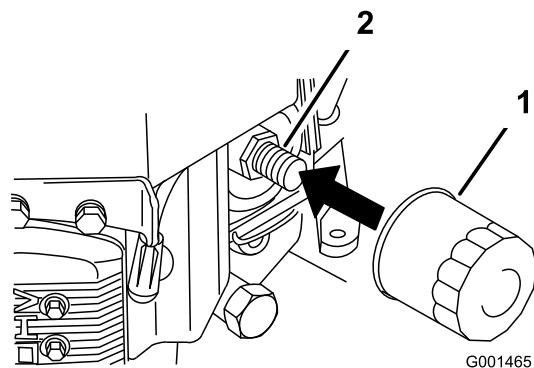

Figure 29
2. Retirez le filtre usagé (Figure 29).
3. Appliquez une fine couche d'huile neuve sur le joint en caoutchouc du filtre de rechange (Figure 29).
4. Posez le filtre à huile de rechange sur l'adaptateur, tournez le filtre dans le sens horaire jusqu'à ce que le joint en caoutchouc touche l'adaptateur, puis serrez le filtre de 3/4 de tour supplémentaire (Figure 29).